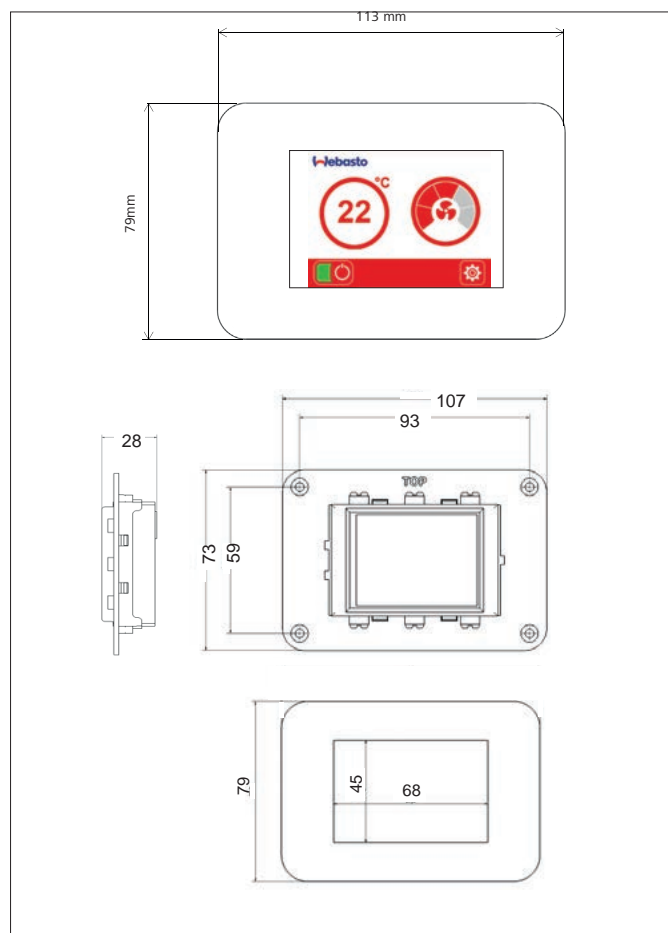

Fig. 11 Montaggio BlueCool MyTouch
- ▶ Praticare un'apertura per il pannello di comando nella posizione di montaggio desiderata. Dimensioni apertura, v. Fig. 11.